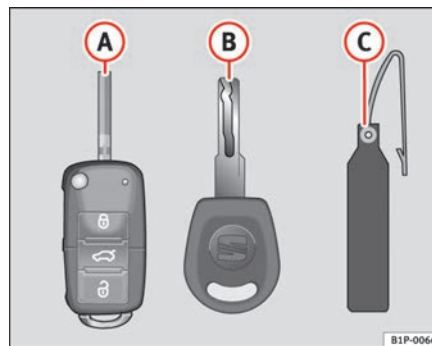

Abb. 42 Schlüsselsatz
- Funkschlüssel ⇒ **Abb. 42 A**
Nur anhand der Schlüsselnummer auf dem Kunststoffanhänger ⇒ **Abb. 42 B** können Schlüssel nachgemacht werden. Deshalb: